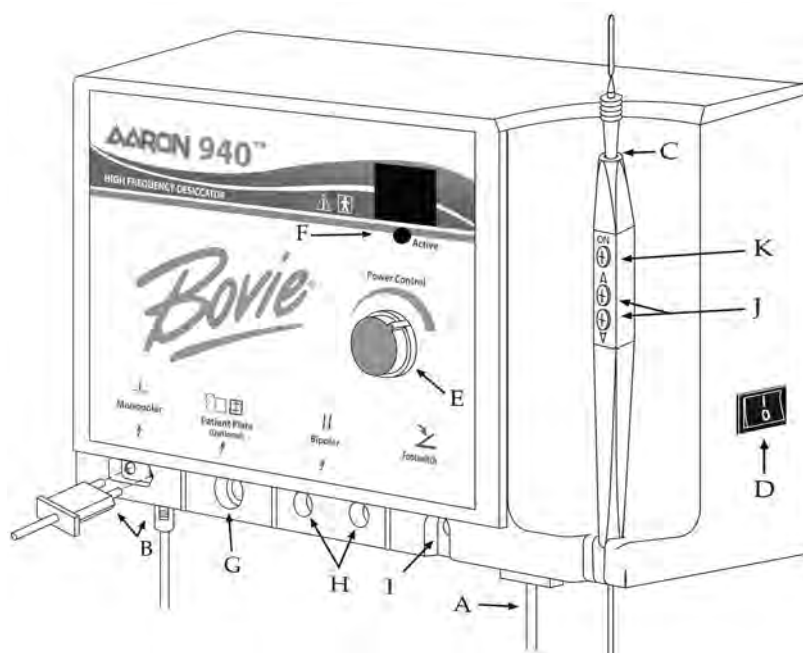

Figure 2
2. Brancher l'extrémité femelle du cordon d'alimentation dans la base de l'unité (voir Figure 2, lettre A).
4. Brancher la pièce à main sur la sortie monopolaire en bas à gauche à l'avant de l'appareil (voir Figure 2, lettre B). La fiche est conçue de façon à pouvoir s'adapter dans un seul sens. Brancher le connecteur arrondi plus
petit de la pièce à main sur la prise au bas de l'appareil (voir Figure 2, lettre B). La pièce à main à trois touches est conçue pour permettre au médecin de contrôler totalement les réglages de puissance à la main.
5. Faire glisser l'électrode standard souhaitée dans la pièce à main jusqu'à ce qu'elle soit engagée à fond (voir Figure 2, lettre C). La pièce à main est compatible avec la plupart des électrodes $\frac{3}{32}$ " (0,24 cm) standard.
7. Mettre sous tension l'alimentation à l'aide de l'interrupteur situé sur le panneau droit de l'appareil (voir Figure 2, lettre D).
8. Régler la puissance de sortie à l'aide du bouton de réglage à l'avant de l'appareil (voir Figure 2, lettre E) ou sur l'Aaron 940™ uniquement à l'aide des touches Haut et Bas de la pièce à main (voir Figure 2, lettre J). Lorsque le réglage du niveau de puissance s'effectue par la pièce à main, un signal retentit pour indiquer que le niveau de puissance a été modifié. Maintenir enfoncée la touche Haut ou Bas afin de modifier plus rapidement les réglages de puissance pour un réglage rapide de la puissance de sortie. La puissance est affichée par incrément de 0,1 W au-dessous de 10 W et par nombre entier entre 10 et 40 W.
9. Pour activer l'appareil, retirer la pièce à main de son étui. Placer la pièce à main dans la position souhaitée et appuyer sur le bouton d'activation (voir Figure 2, lettre K). Lors de l'activation de l'appareil, un signal d'activation retentit et la del d'activation bleue s'allume (voir Figure 2, lettre F).
10. Pour utiliser la plaque de mise à la terre avec cordon en option (A802EU), insérer la prise du cordon dans la sortie de la plaque de mise à la terre (voir Figure 2, lettre G) et connecter l'autre extrémité dans la plaque de mise à la terre. La plaque doit être placée au-dessous du patient en un point où la totalité de sa surface est recouverte de peau nue.
11. Pour utiliser le cordon bipolaire en option (A827EU), insérer les prises dans les sorties bipolaires (voir Figure 2, lettre H). Le cordon est alors branché dans la pince. Une porte coulissante située derrière les sorties monopolaire et bipolaire empêche l'utilisateur d'employer les deux simultanément.
12. La pédale de commande en option est branchée dans la sortie de la pédale de commande et placée sur le sol (voir Figure 2, lettre I). La pédale de commande peut être utilisée avec les interventions monopolaires et doit être utilisée avec les interventions bipolaires.